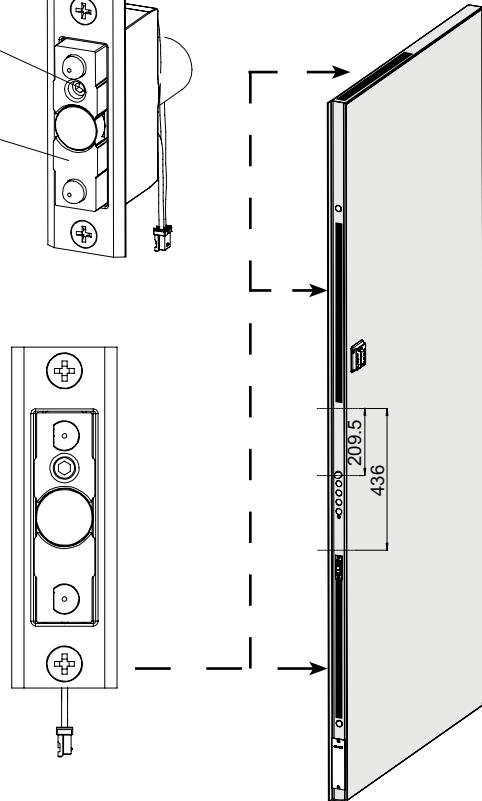

Fig. 3
- 3) Lo Stato Porta può essere posizionato dove indicato in Fig.3.
- 3) Position the Door Status device as shown in Fig.3.
- 3) El Estado Puerta se puede colocar en el punto indicado en la Fig. 3.
- 3) O Estado da Porta pode ser posicionado tal como indicado na Fig.3.